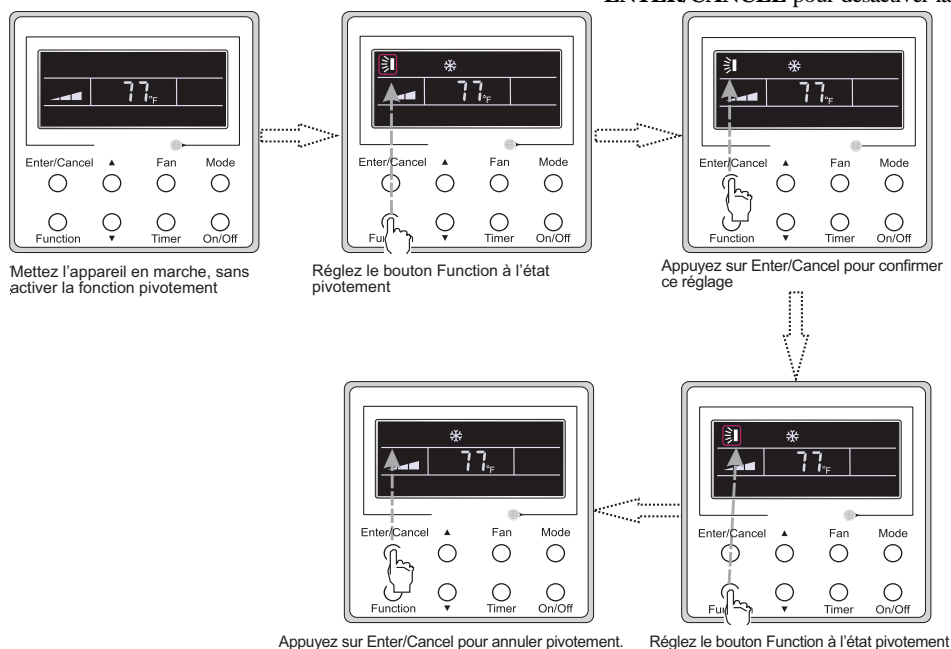

Fig. 12 – Mode pivotement
- **DÉSACTIVATION DU PIVOTEMENT** : Alors que la fonction **PIVOTEMENT** est activée, appuyez sur **FUNCTION** pour faire apparaître l'interface de réglage du **PIVOTEMENT** . Appuyez ensuite sur **ENTER/CANCEL** pour désactiver la fonction (voir fig. 12).